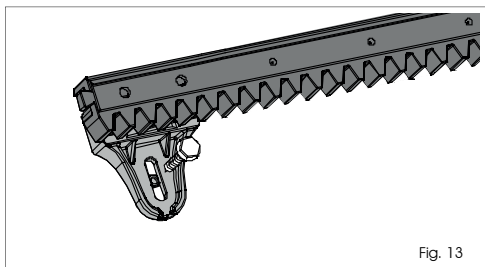

Fig. 13
5.4.3 KUGGSTÅNG I NYLON SOM SKRUVAS FAST (Fig. 13)